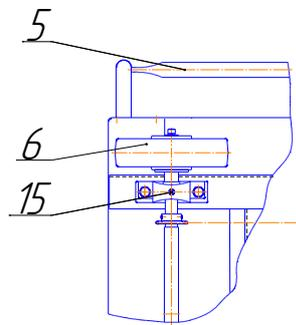

Рисунок 5 – Смазка подшипниковых узлов
9.2 Для пополнения смазки в подшипниковых узлах необходимо приподнять и повернуть лоток, вывести его из барабана, снять барабан и, при необходимости, торцевые панели, и с помощью смазочного шприца набить через маслѐнки поз.15 (рисунок 5) смазку Литол 24-МЛи 4/12-3 ГОСТ21150-87 до появления чистой смазки.